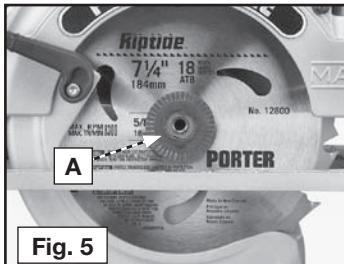

Fig. 5
3. Ponga el patín exterior del disco (A) Fig. 5 en el eje con el patín propio hacia el disco y con los bordes llanos alineados con los del eje.